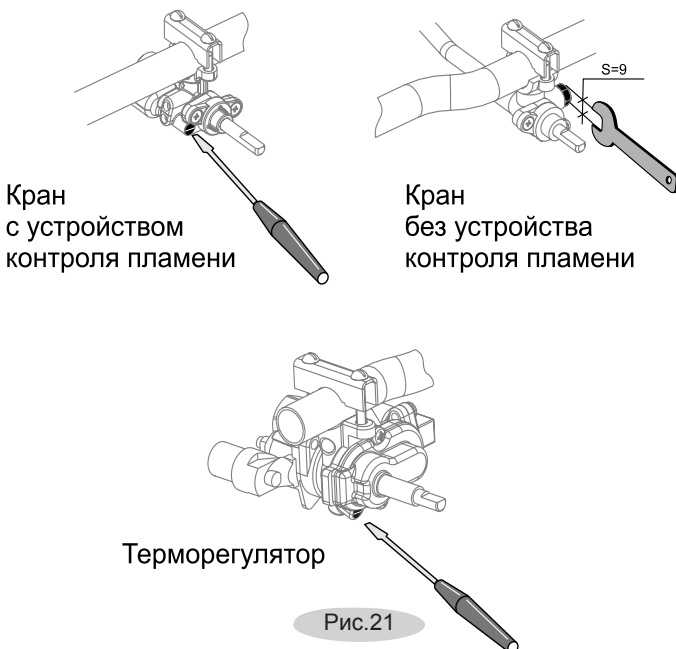

Рис.21
- с помощью рожкового ключа ( $S=9$  мм) отвернуть ВМР и заменить, затянув ключом до упора (рис.21).